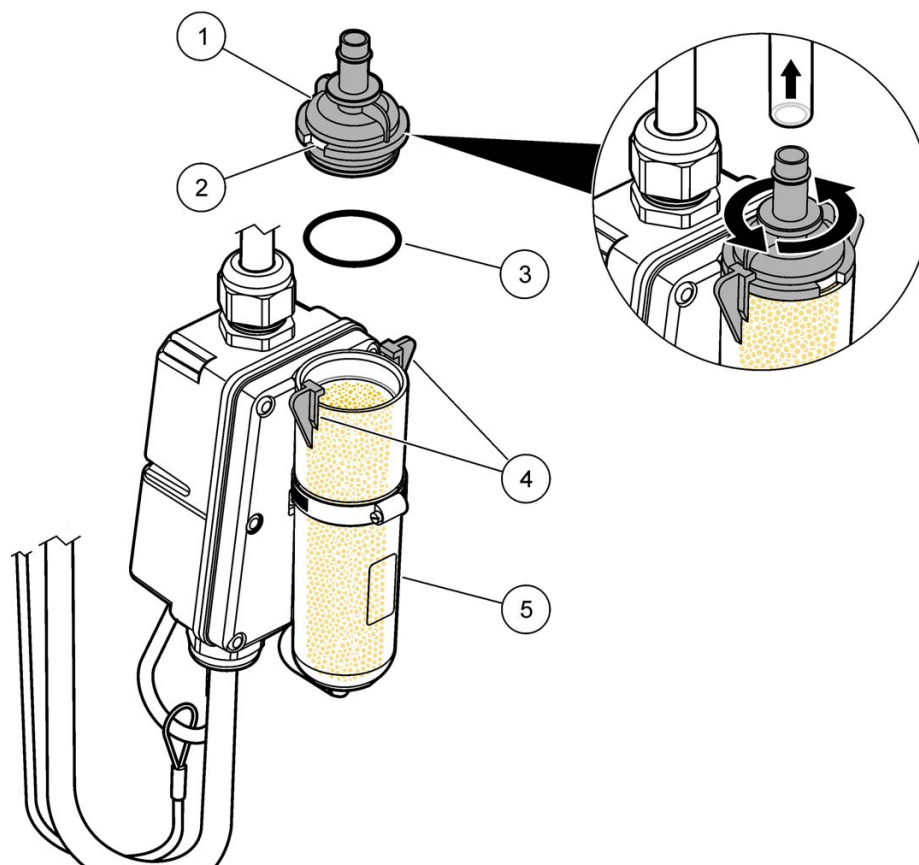

Abbildung 18 Entfernen der unteren Verschlusskappe
- 1.3 Drehen Sie leicht an der unteren Verschlusskappe, bis deren Schlitz an den Halteclips ausgerichtet sind (Abbildung 18 auf Seite 35).
Für beste Leistung und um die Ansammlung von Fett am Filter beim Eintauchen oder bei Überflutungen zu vermeiden, hängen Sie den Behälter senkrecht auf, so dass die Verschlusskappe nach unten weist (Abbildung 18).